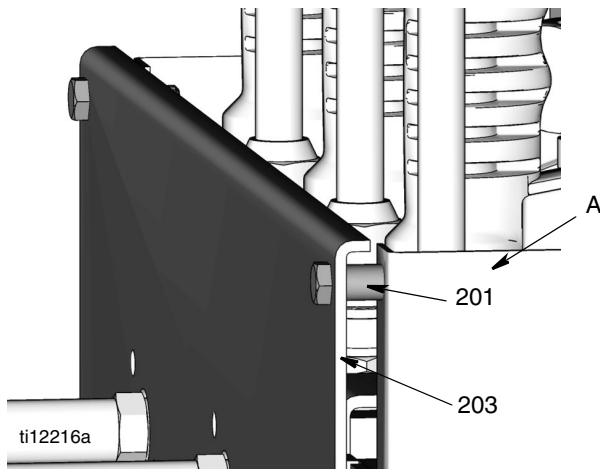

ABB. 1
1. Zum nachträglichen Anbringen von Matrix-Zählern an eine existierende Ölzapftheke müssen zwischen der Ölzapftheke (A) und der Frontblende (203) Abstandsstücke (201) installiert werden (ABB. 1).